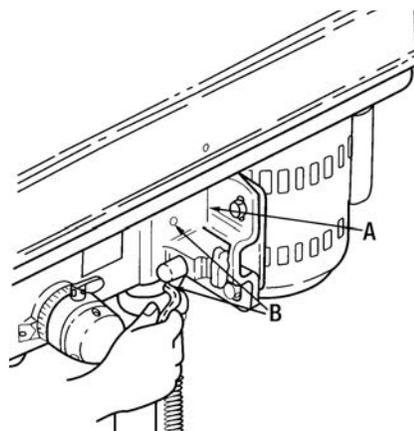

FIGURE 13
1. Retirez l'enveloppe protectrice de la tête (A) Fig.13, et jetez-la.
3. En utilisant une clé hexagonale de 4mm, serrez les deux vis sans tête (B) qui se trouvent du côté droit de la tête.